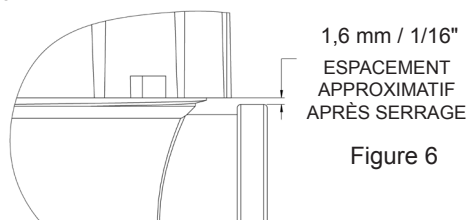

Figure 6
5. Revisser la bague du compteur en la serrant à la main. Lorsque le serrage est correct, il doit y avoir un espacement de 1,6 mm / 1/16" environ entre le dessous de la bague et le bossage du raccord de sortie (voir figure 6).